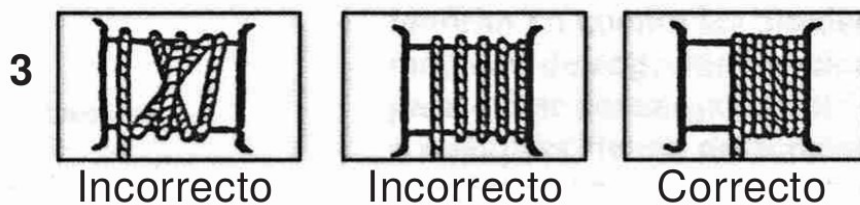

FIG. 3 — Enrollado del cable: incorrecto / incorrecto / correcto
- 17) El cable se ha de enrollar como se indica en la Fig. 3.